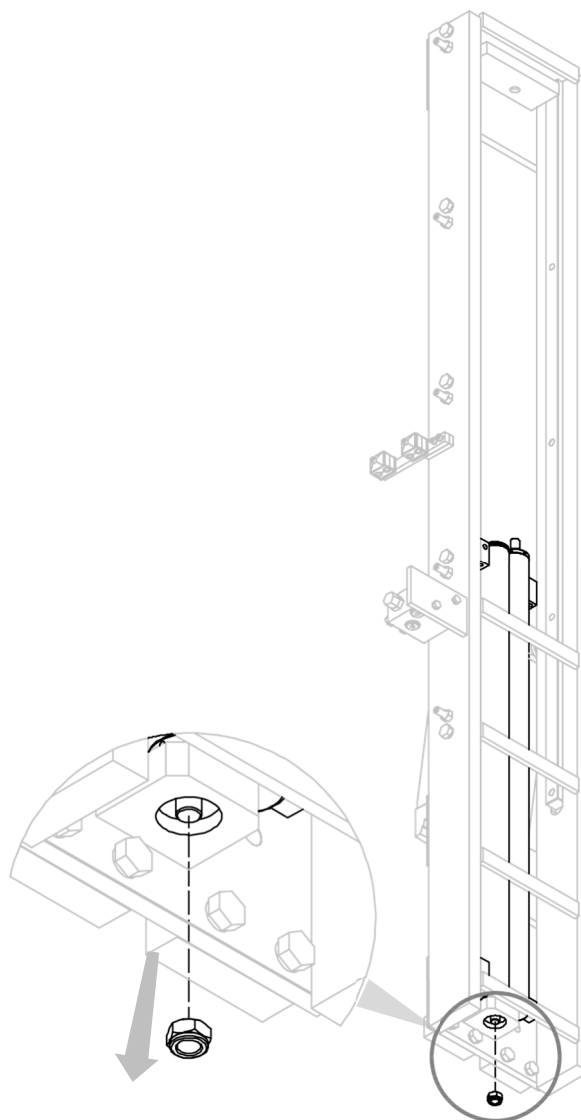

Abbildung 11
2. Entfernen Sie die Mutter, die die bewegliche Konstruktion mit den Zylindern verbindet (siehe *Abbildung 11*).
3. Entfernen Sie die Zylinder, nachdem Sie die Mutter gelöst haben, mit der die Zylinder an der Gerätekonstruktion befestigt sind. (siehe *Abbildung 11*).